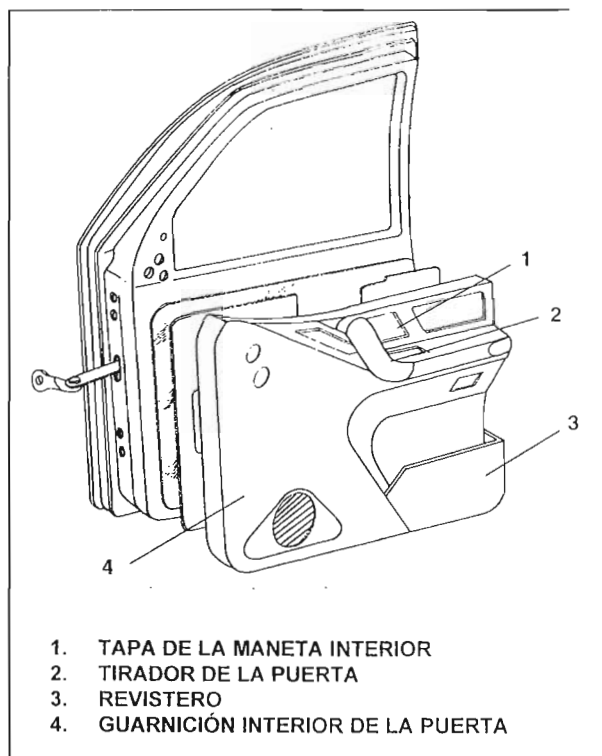

Fig.1 – Puerta delantera
2. RETIRADA/ INSTALACIÓN DEL GUARNECIDO INTERIOR DE LA PUERTA DELANTERA/ TRASERA (Fig.1&2)